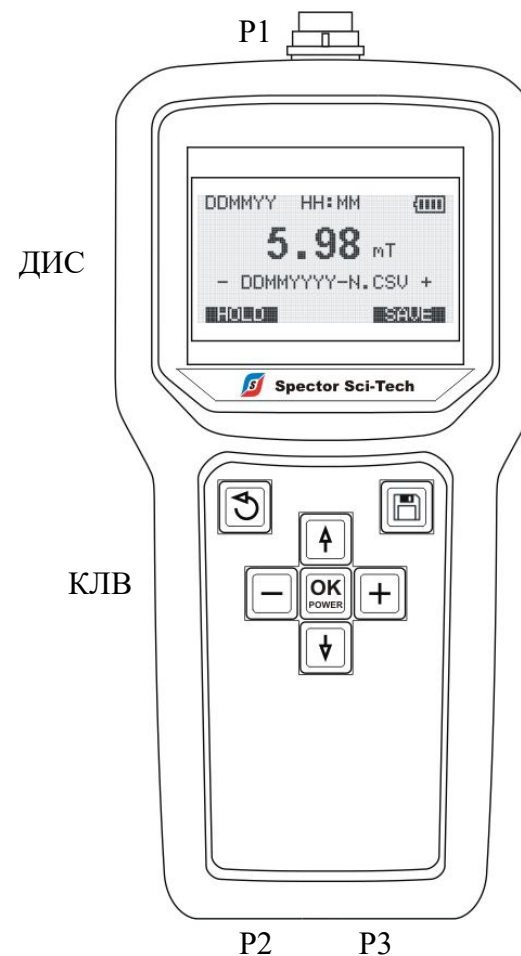

Рис.3.3. Лицевая панель электронного блока индикатора механического напряжения металла ИИ-01м
3.3.2. На передней панели электронного блока ЭБ расположены: графический жидкокристаллический дисплей ДИС и клавиатура КЛВ (рис.3.3).